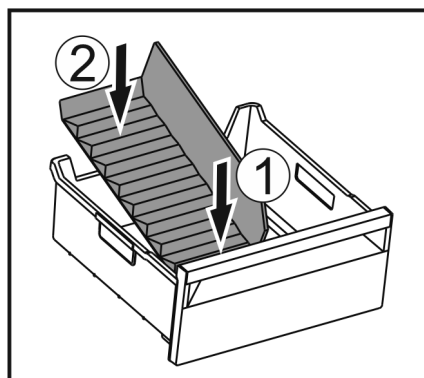

Fig. 232
- ▶ Installer la partie avant du séparateur de congélateur. Fig. 232 (1)
- ▶ Abaisser la partie arrière du séparateur de congélateur jusqu'au fond du tiroir. Fig. 232 (2)